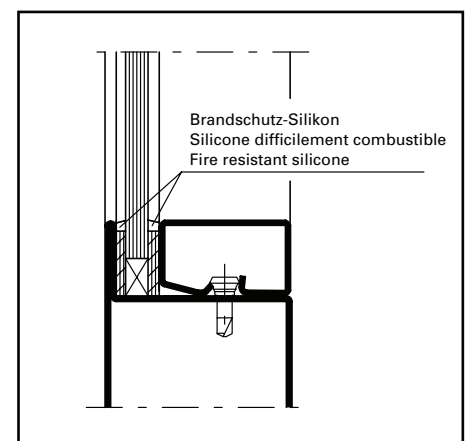

Abb. 16 / Fig. 16 / Fig. 16
3. Dichtungsband auf Glasleisten kleben und Glasleisten aufklipsen (Abb. 16)
4. Abdichtung der Glasfugen innen und aussen mit Brandschutz-Silikon (Abb. 16)
3. Coller la bande d'étanchéité sur les parclozes et clipser les parclozes (fig. 16)
4. Etanchéité des joints du verre intérieur et extérieur réalisée avec silicone difficilement combustible (fig. 16)
3. Stick the distance strip to the glazing bead and clip the glazing bead in place (fig. 16)
4. Seal the glazing joints inside and outside with fire-resistant silicone (fig. 16)